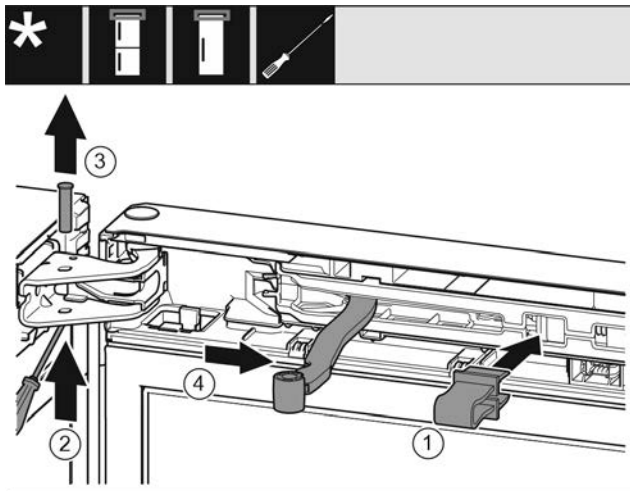

Fig. 8
- ▶ Зафиксируйте предохранитель в отверстии. *Fig. 8 (1)*
- ▶ Выкрутите палец при помощи отвертки. *Fig. 8 (2)*
- ▶ Извлеките палец движением вверх. *Fig. 8 (3)*
- ▶ Поверните шарнир в направлении двери. *Fig. 8 (4)*